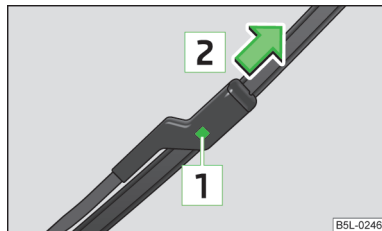

Fig. 34
- Presionar el seguro [1] » fig. 34 para desbloquear la escobilla y extraer en el sentido de la flecha [2].